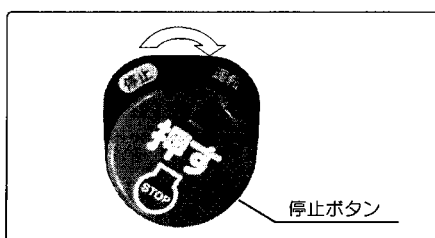

図7
- ⑦ 停止ボタンを押しながら、【運転】位置にします。(図7)